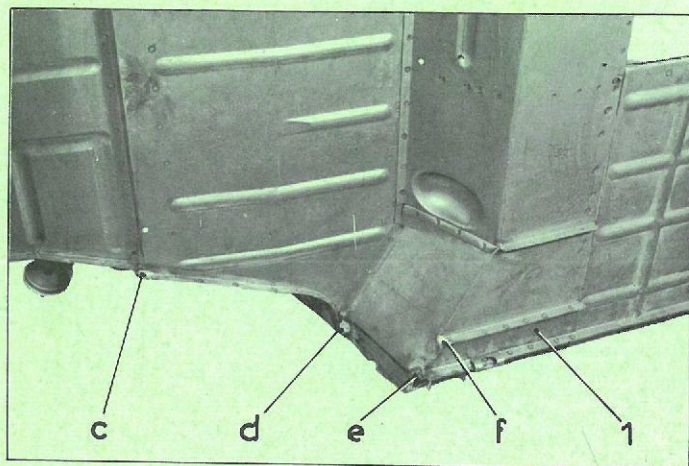

Fig. 4
- d " (fig. 4),
6. Mettre en place les tôles de fermeture 1 (fig. 4) de planche à talon et les fixer par quelques points de soudure.